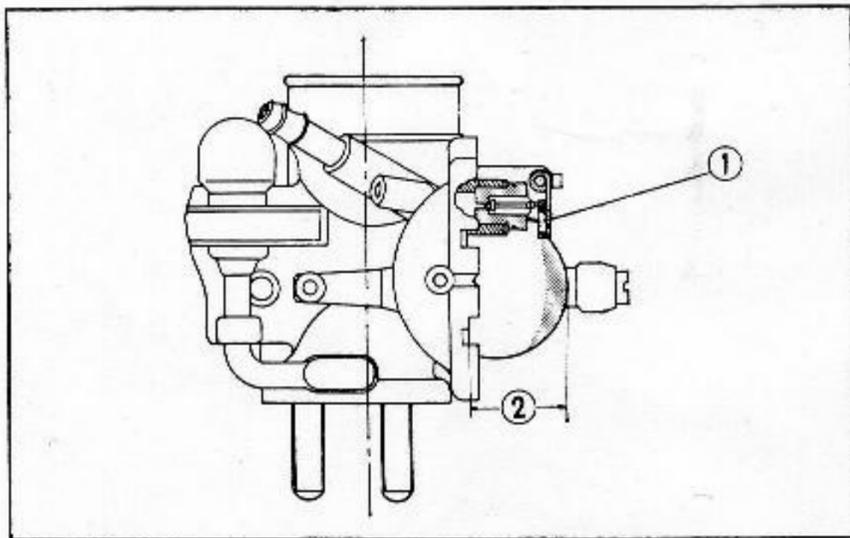

Abb. 3.107 Brennstoffspiegel in der Schwimmerkammer
- (b) In dieser Stellung muß der Abstand zwischen dem Schwimmerboden und dem Vergasergehäuse ② 21.0 mm betragen. Ist eine Einstellung notwendig, wird der Schwimmerschenkel vorsichtig auf Maß gebogen. (Abb. 3.107)